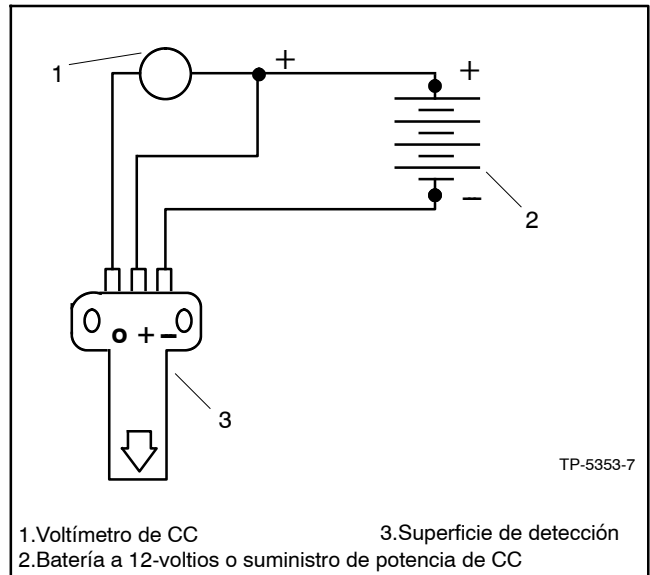

Figura 8-46 Prueba del Sensor de Velocidad
3. Conectar el sensor de velocidad, el voltímetro de CC, y la fuente de voltaje de CC como se muestra en la Figura 8-46.